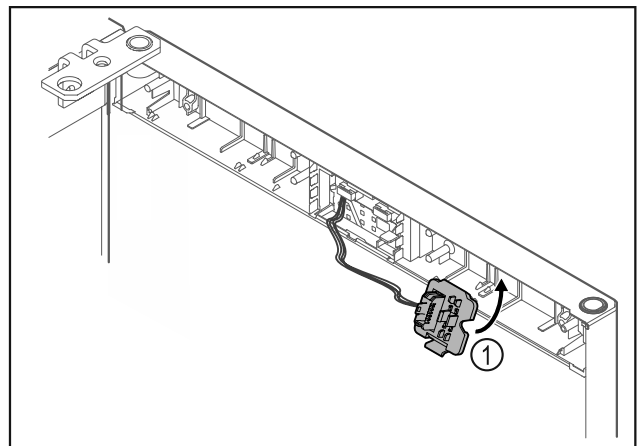

Fig. 25
- ▶ Fikseerige pistikuhoidik Fig. 25 (1) vastasküljel.